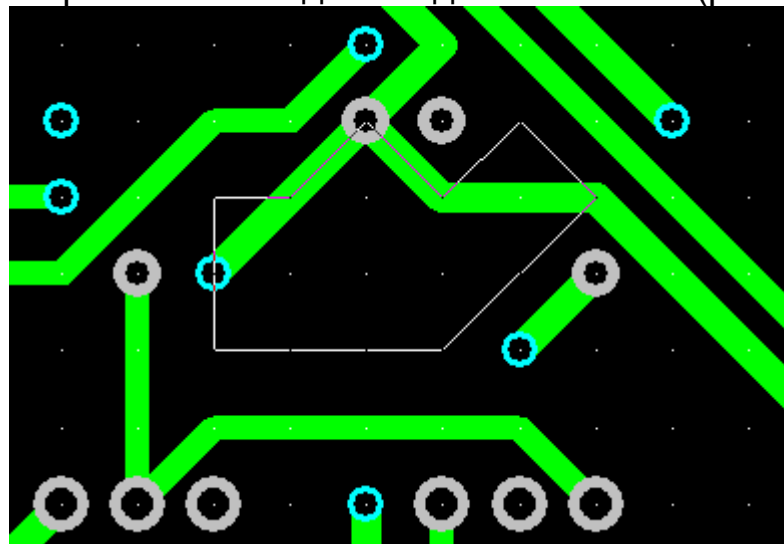

Рис. 9 Создание области металлизации
- 4.7 Найдите цепи, соответствующие общему электроду и выберите область для создания заливки (рис. 9).